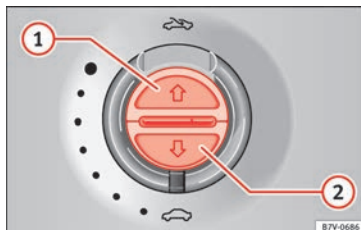

Abb. 59 Im Dachhimmel: Tasten für Sonnenschutzrollo.
Ganz öffnen (Automatiklauf):	Taste » Abb. 59 ① kurz drücken.
Automatiklauf stoppen:	Taste » Abb. 59 ① oder » Abb. 59 ② kurz drücken.
Zwischenposition einstellen:	Taste » Abb. 59 ① oder » Abb. 59 ② gedrückt halten, bis die Position erreicht ist.
Ganz schließen (Automatiklauf):	Taste » Abb. 59 ② kurz drücken.
- *Sonnenschutzrollo*: Innerhalb von 5 Sekunden nach dem Auslösen der Kraftbegrenzung die Taste » **Abb. 59**  so lange drücken, bis das Sonnenschutzrollo vollständig geschlossen ist.